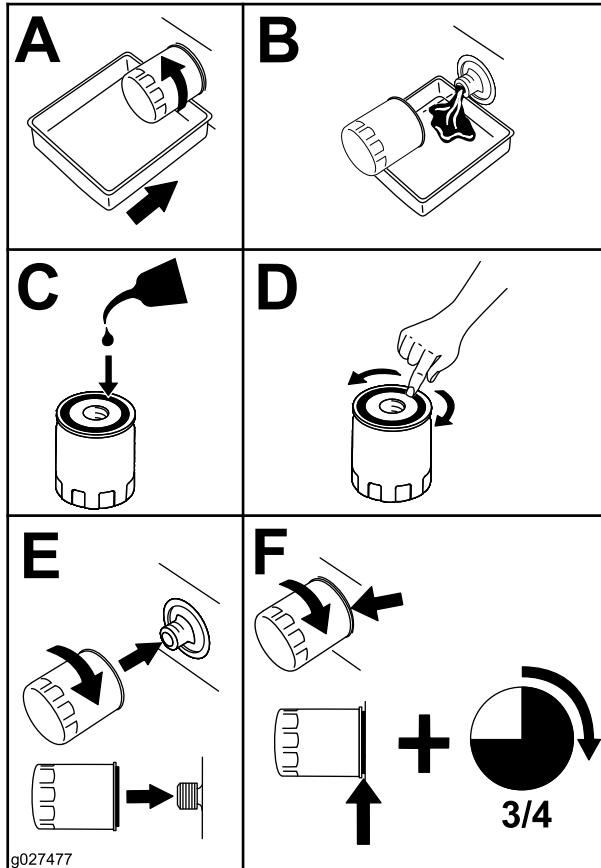

Figura 69
2. Sustituya el filtro de aceite del motor (Figura 69).